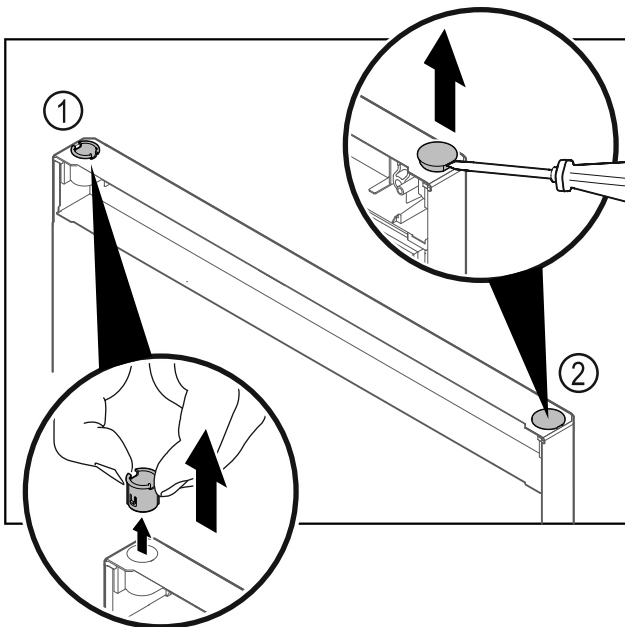

Fig. 19
- Pušo tečaja Fig. 19 (1) snemite s prsti.
- S ploščatim izvijačem previdno dvignite krovni čep Fig. 19 (2) in ga izvlecite.